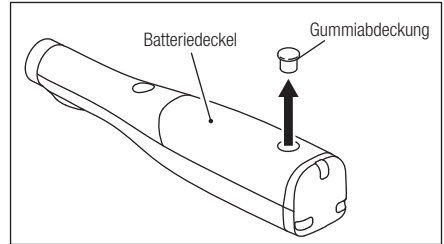

Abb. 13
- 2) Entfernen Sie die Gummiabdeckung mit einem dünnen Längsschlitzschraubendreher vom Batteriedeckel. (Abb.13)